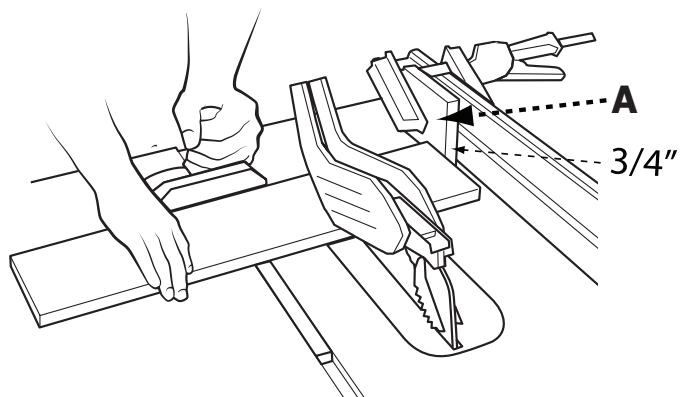

FIGURA 32
Al realizar cortes transversales en varias piezas a la misma longitud, puede sujetar un bloque de madera (A) (FIGURA 32) a la guía y usarlo como un calibre de corte. El bloque (A) debe medir al menos  $\frac{3}{4}$  de pulgada (19 mm) de grosor para evitar que la pieza que está cortando se atasque entre la hoja y la guía. Después de determinar la longitud del corte, enganche la guía y utilice el medidor de inglete para empujar la pieza de trabajo hacia la hoja.